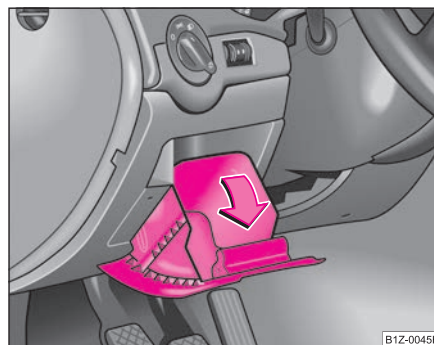

Fig. 100 Tabloul de bord: Compartimentul de depozitare de pe partea conducătorului
- Compartimentul se deschide prin ridicarea mânerului și rabatarea în sensul săgeții ⇒ fig. 100.